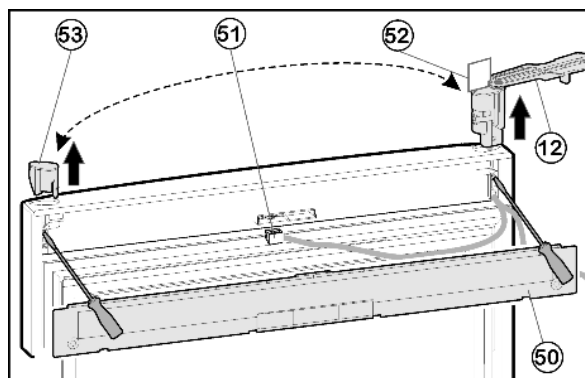

Fig. 10
- ▶ Enlever le cache Fig. 10 (50) sur la porte à l'aide d'un tournevis.
- ▶ Débrancher la prise Fig. 10 (51).
- ▶ A la porte supérieure, tourner la charnière Fig. 10 (12) vers l'extérieur parallèlement à l'arête de la porte.
- Pousser la charnière Fig. 10 (12) à partir du bas à l'aide d'un tournevis et l'enlever complètement de la porte avec le câble.
- Pousser les bouchons Fig. 10 (53) à partir du bas à l'aide d'un tournevis et les enfoncer sur le côté opposé.
- Enfiler le câble de la charnière Fig. 10 (12) sur le côté opposé et placer la charnière.
- Enlever le gabarit Fig. 10 (52) et le fixer dans la charnière.
- Enficher la fiche Fig. 10 (51).
- Encliqueter le cache Fig. 10 (50) sur la porte.